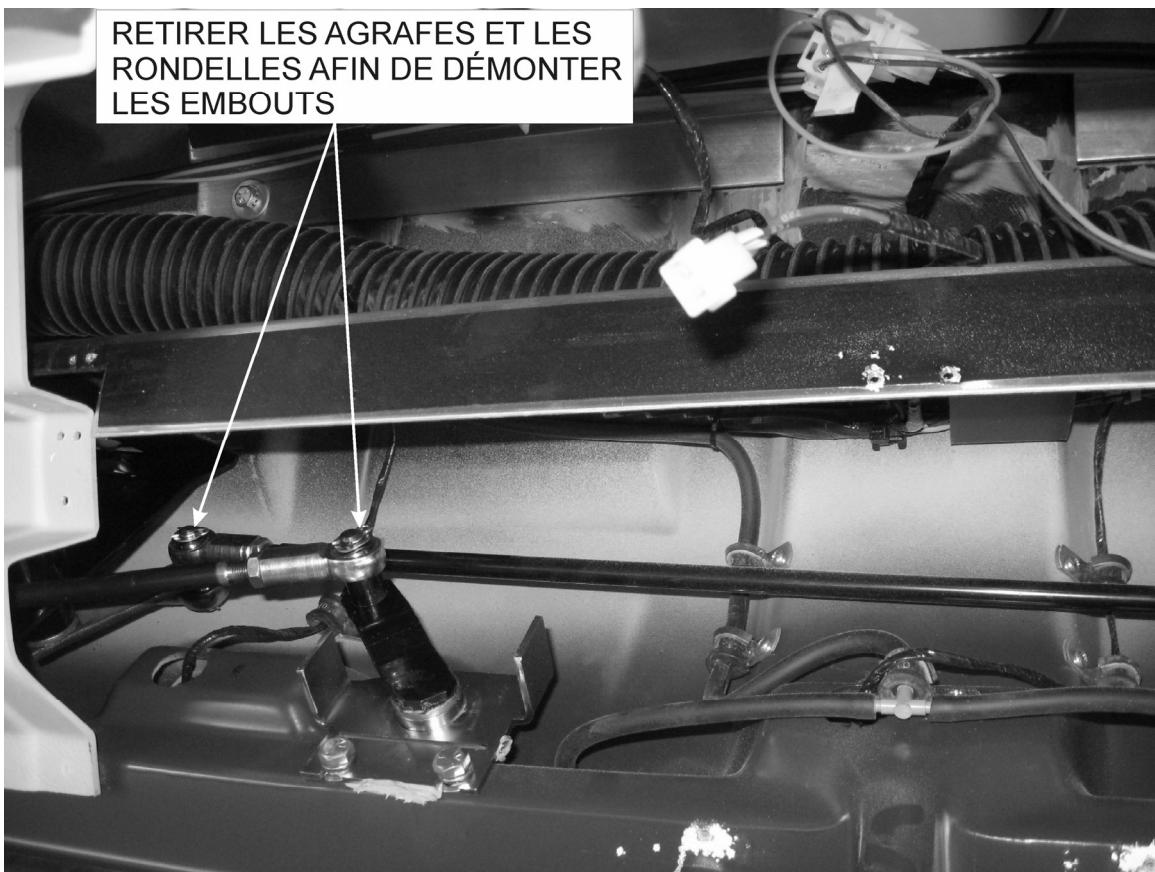

FIGURE 6
5. Retirer les agrafes à ressort et les rondelles afin de désassembler les embouts à rotule (embout à rotule monté sur l'axe de pivot gauche (côté conducteur) et embout à rotule monté sur le pivot d'inversion) (Voir figures 6 et 7).